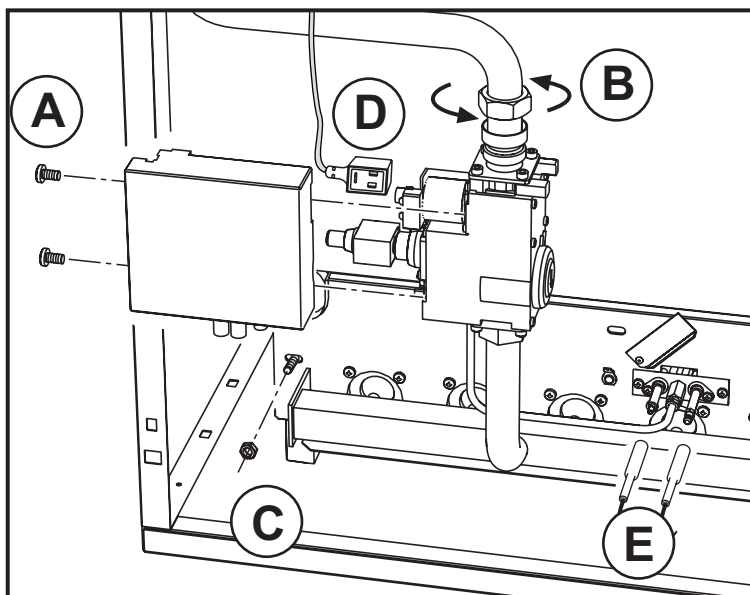
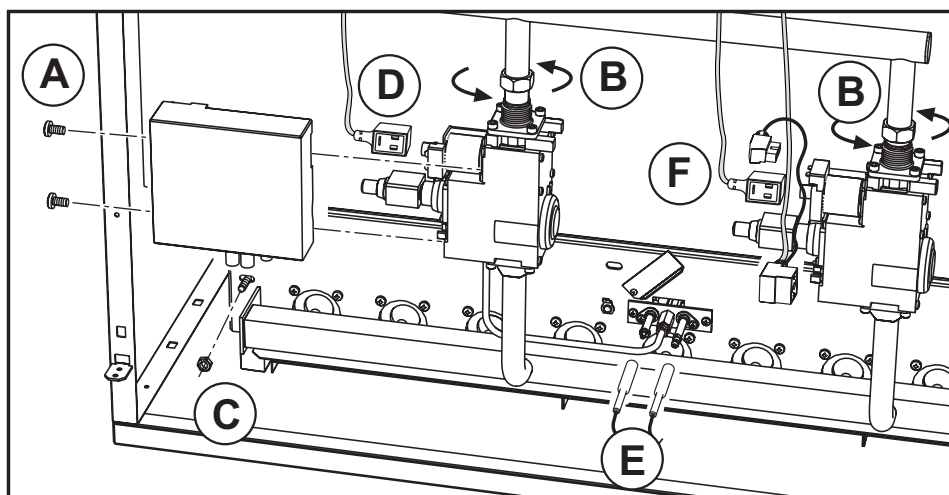

fig. 9 - Modelele 67 - 77 - 87
fig. 10 - Modelele 97 - 107
- Desfaceți cele două șuruburi (A) care fixează unitatea electronică de control al flăcării la valva de gaz (fig. 9 și 10) și scoateți-o de pe aceasta. Desfaceți șurubul care fixează conectorul (D - fig. 9 și 10) și scoateți-l.
- Pentru modelele GASTER N 97 și 107 AW, care au 2 valve de gaz, va fi necesar de asemenea să desfaceți cele 2 șuruburi care fixează cele 2 conectoare electrice (F) care alimentează a doua valvă și să le scoateți de pe aceasta.
- Desfaceți piulița care fixează țeava de alimentare cu gaz din amonte de valva de gaz (fig. 9). Pentru modelele 97 și 107, deșurubați cele 2 piulițe (fig. 10).
- Deșurubați cele două piulițe care fixează ușa camerei de ardere de elementele din fontă ale centralei (fig. 9 și 10).